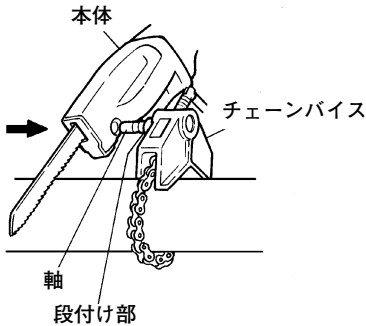

図 9
- (3) 本体の先端部の穴をチェーンバイスの軸に合わせ、軸の段付け部に突き当たるまでさし込みます。(図9, 10)
- (4) 本体を引っ張ってみて軸の溝にボールプランジネジの先端のボールが入ったことを確認してください。